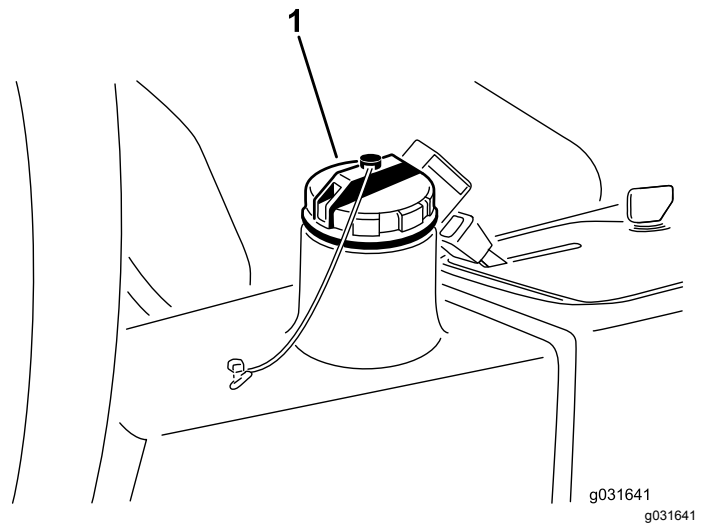

Figura 67
4. Encha o reservatório (Figura 67) com aproximadamente 13,2 litros de fluido hidráulico; consulte Verificar o sistema hidráulico \(página 54\).